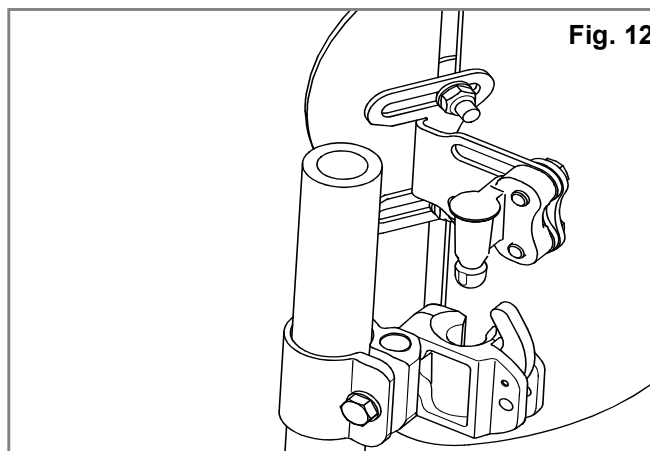

Fig. 12
- Använd 10 mm nyckel, lossa men ta inte bort Monteringsstiftskruvar (B) och hylsmuttrar (C).
- Fäst J3 kolfiber-ryggen i fästena genom att sticka ner stiften i hållaren, (Fig. 12).